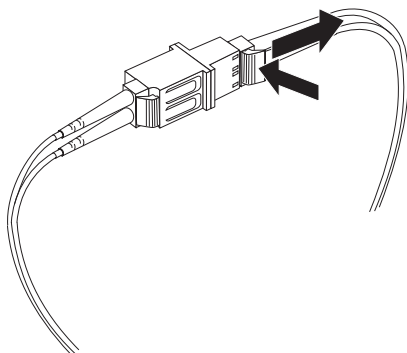

Figura 3-21. Removendo um cabo Fibre Channel LC-LC de um adaptador de cabo Fibre Channel LC-SC
2. Puxe cuidadosamente o conector para removê-lo. Assegure-se de segurar pelo conector e não pelo cabo ao remover o cabo LC-LC do adaptador do cabo LC-SC, conforme mostrado na Figura 3-21.